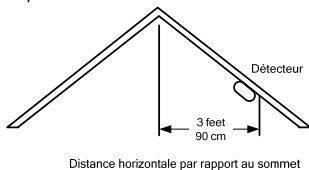

Figure 5 : Emplacement recommandé pour monter le détecteur de fumée dans les chambres à plafond en pente, à pignon ou à crête.
- ◆ Si certaines de vos chambres ont un plafond en pente, à pignon, ou à crête, essayez de monter les détecteurs à 0,9 mètre (3 pieds) mesuré horizontalement du point le plus élevé du plafond comme indiqué dans la figure 5.